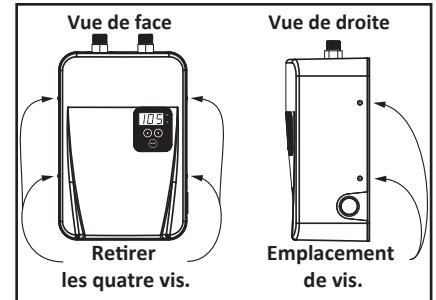

Figure 11 - Accéder à la carte de commande du chauffe-eau.
- 6 À l'aide d'un tournevis Phillips, retirer les quatre vis de fixation du capot avant. Enlever le capot avant du chauffe-eau. Voir Figure 11.